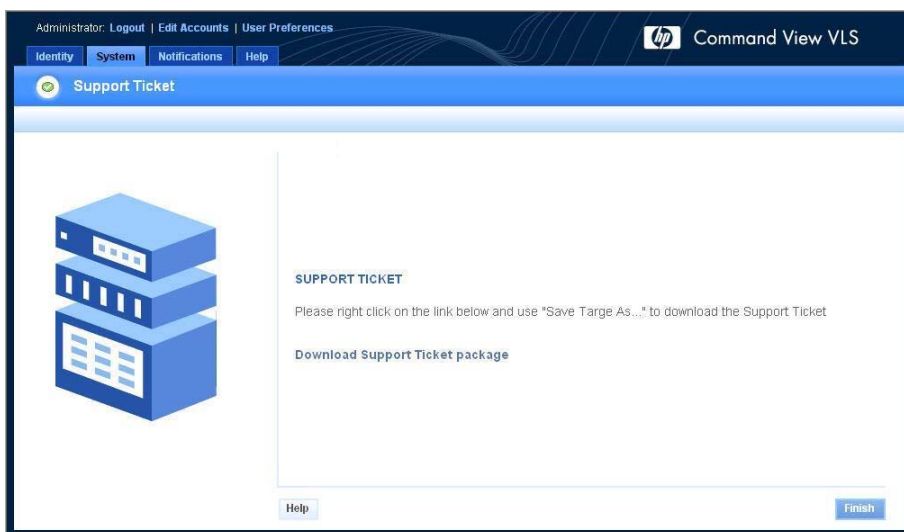

Figure 77 Fenêtre Support Ticket (Ticket d'assistance)
- La fenêtre Support Ticket (Ticket d'assistance) s'ouvre (Figure 77).